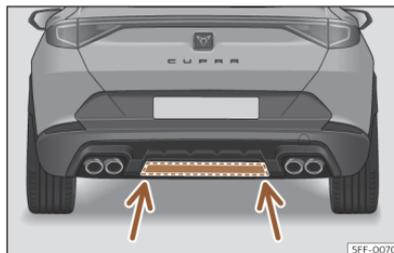

Fig. 79 Zona de detección del sensor inferior
- Si el portón trasero no se abre, repita el procedimiento transcurridos algunos segundos. Posiblemente no ha alcanzado la zona de detección del sensor inferior >>> fig. 79.